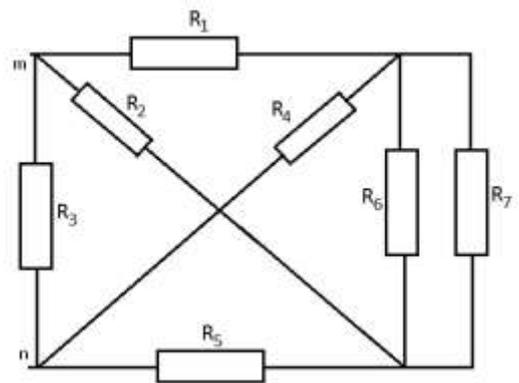

Рис. 173
1.5.2. Определяем эквивалентное сопротивление генератора. Для этого источники ЭДС закорачиваются (заменяются на отрезок провода, причем их внутреннее сопротивление остается в схеме – рис. 173).